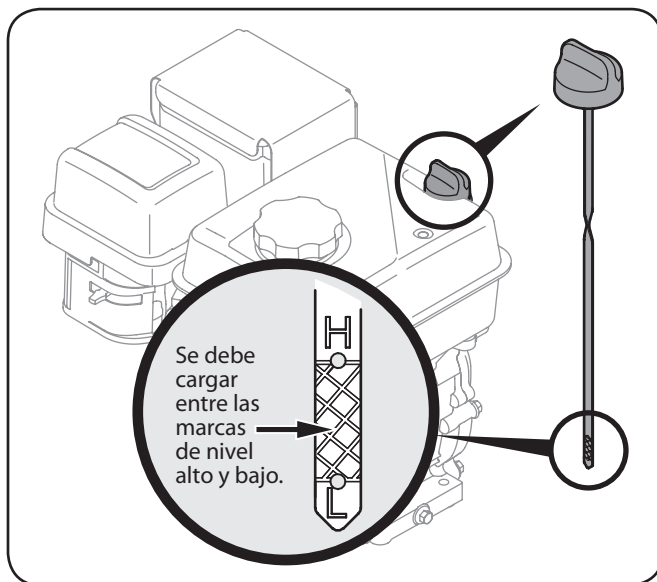

Figura 3-3
- Mantenga el nivel de aceite entre las marcas "H" y "L" de la varilla de medición. Vea la Figura 3-3.
1. Retire el tapón de llenado/varilla de medición de aceite y limpie bien la varilla. Vea la Figura 3-3.
3. Saque el tapón / la varilla de medición de aceite. Si el nivel es bajo, agregue lentamente aceite hasta que el nivel registrado esté en un punto intermedio entre alto (H) y bajo (L), Figura 3-3.